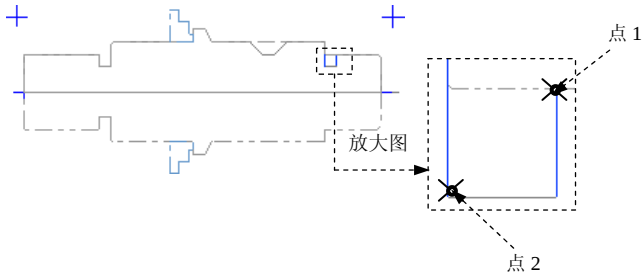

图 19.18 定义加工轮廓
Step2. 定义加工轮廓。在 “Grooving Options” 对话框中选中 **两点** 单选项，单击  按钮，在图形区中依次选取图 19.18 所示的点 1 与点 2，然后按 Enter 键，系统弹出 “车床-径向粗车 属性” 对话框。